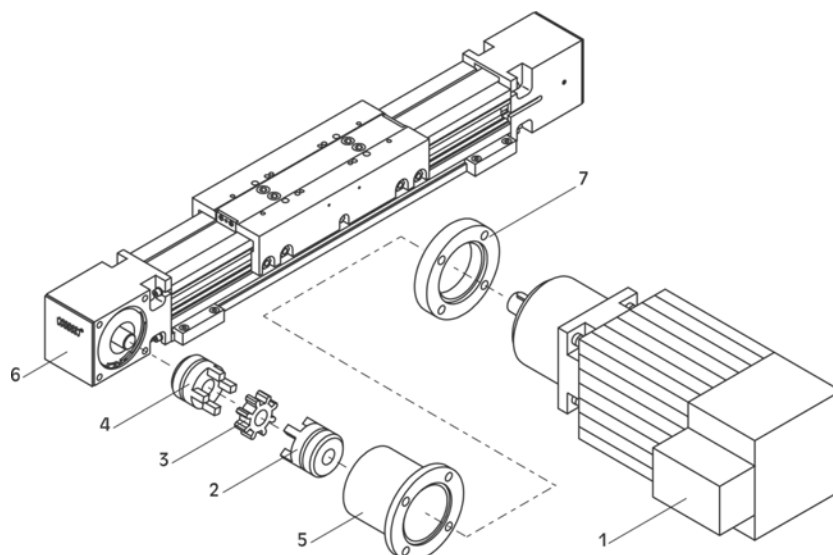

Bild 6: Elektrischer Antrieb WIESEL SPEEDLine®
1. **Bild 6 und 7:** Den Motor (1) in Anbauposition neben die Lineareinheit legen.
3. Kupplungshälfte (4) auf Antriebswelle der Lineareinheit montieren (siehe Kapitel 10.1 "Anzugsdrehmomente").
4. Motorglocke (5) mit 4 Schrauben am Festlagergehäuse (6) befestigen.
5. Zahnkranz (3) auf Kupplungshälfte an der Lineareinheit schieben.
6. Die zweite Kupplungshälfte (2) auf den Antriebszapfen des Motors montieren (siehe Kapitel 10.1 "Anzugsdrehmomente").
7. Motor mit Kupplungshälfte mittels 4 Schrauben an der Motorglocke (5) (ggf. mit Zwischenflansch (7)) befestigen. Dabei ist zu beachten, dass keine axialen Druckkräfte auf die Motorwelle wirken.